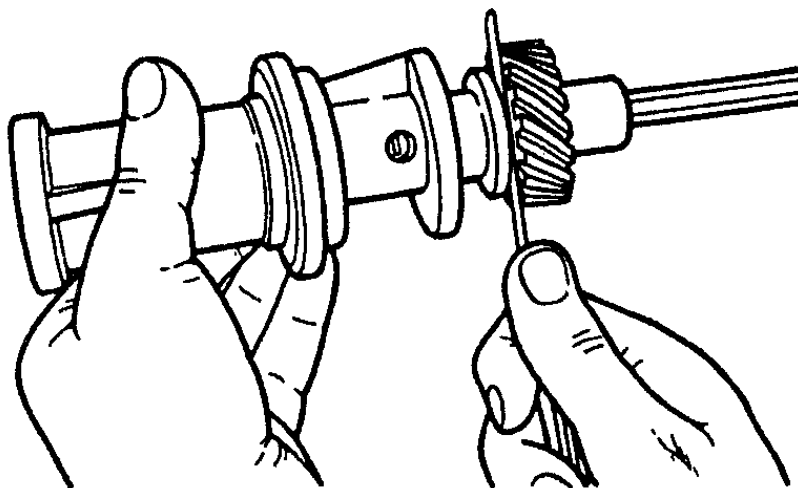

Рис.61. Проверка осевого зазора в приводе масляного насоса
4. Проверить лёгкость вращения валика от руки. Проверить щупом зазор между упорной шайбой и торцом шестерни привода (рис.61), который должен быть 0,15...0,40 мм.